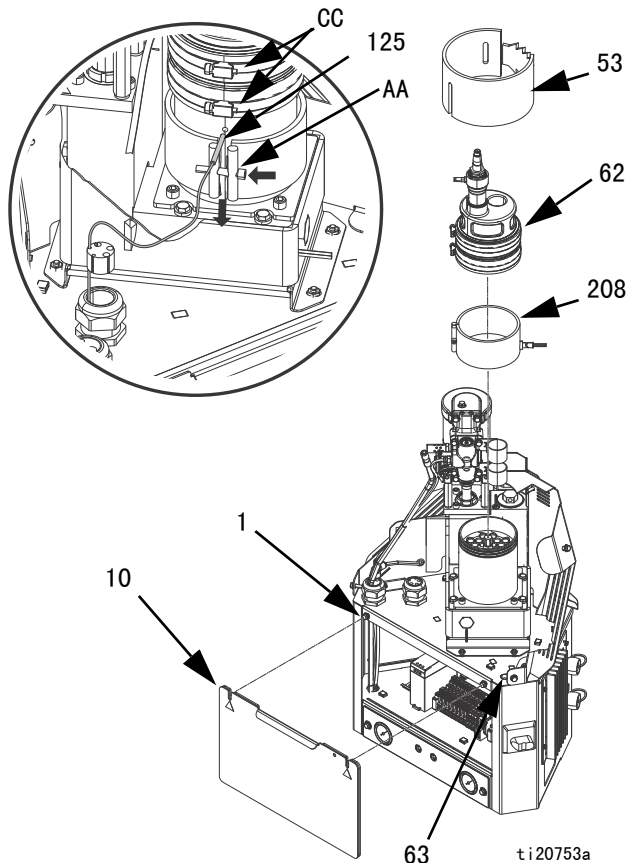
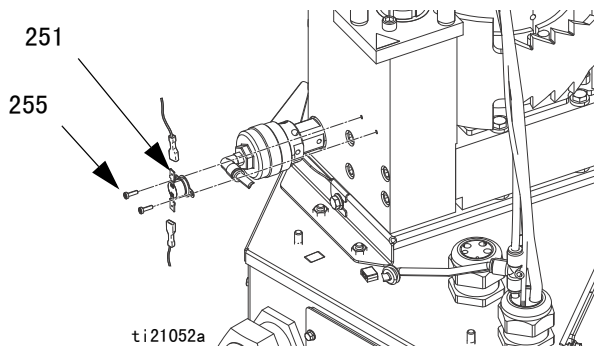

图 36
图 38
16. 松开螺钉（AA），然后卸下载感器（125）。请参见图 36（第 56 页）。
18. 从以下端子上卸下所有加热线。使加热线穿过电气外壳（1）顶部的橡皮环。参见图 36（第 56 页），了解参考信息。
3. 用 4 颗螺栓 (259) 将熔化器组件固定到熔化器基座 (257) 上。
4. 用四个螺母 (3) 将熔化器组件紧固到系统上。
5. 将四根加热线分为一组，使其通过电气外壳 (1) 顶部的橡皮环。按照以下说明连接加热线。参见图 36 (第 56 页)，了解参考信息。
6. 连接空气管和空气马达 (218)。
7. 连接空气管和填料盖 (62)。
8. 连接填料传感器电缆和填料传感器 (20)。
10. 将漏斗 (61) 安装在空气马达支架 (528) 中，然后拧紧夹子。
11. 将温度传感器 (125) 安装到熔化器上，然后拧紧带式加热器上的螺钉 (AA)。请参见图 36 (第 56 页)。
12. 将绝缘体 (52、53) 安装到熔化器组件 (5) 上。
13. 连接接线器至过热开关 (251)。参见图 38 (第 58 页)。
14. 使用螺母 (3) 安装金属护罩 (27)。
15. 使泄压阀空气管 (36) 通过金属护罩，然后将气管连接到泄压阀 (245) 上。
16. 将前检修门 (10) 安装在电气外壳 (1) 上。
18. 从熔化器出口歧管 (203) 上断开所有加热软管。
拆卸 (参见图 36):
重新组装 (参见图 36):
6. 安装电气外壳检修门 (10)。参见图 36。
7. 安装熔化器织物绝缘体 (53)。
8. 安装填料盖 (62) 橡胶外壳, 使带环夹就位。
9. 将漏斗安装在填料盖 (62) 中, 然后拧紧橡胶外壳上的带环夹 (CC)。
10. 滑动漏斗组件 (61) 使其通过空气马达支架 (528), 然后拧紧夹子。
10. 断开接线器和过热开关 (251)。请参见图 38 (第 58 页)。
11. 将电缆拉出电气外壳后丢弃传感器 (125) 和电线。
1. 用新线束穿过电气外壳顶部的橡皮环 (63)。
2. 连接接线器至过热开关 (251)。参见图 38 (第 58 页)。
3. 将带式加热器温度传感器 (125) 放入熔化物中。
4. 拧紧螺钉 (AA)。
6. 安装电气外壳检修门 (10)。参见图 36 (第 56 页)。